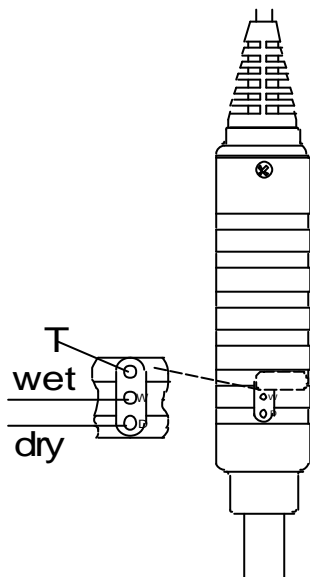

Abbildung 5.2.1 Einstellen der Trimpotentiometer
Die Feuchtekalibrierung der Sonde HMP42 erfolgt über Trimpotentiometer. Die Potentiometer befinden sich unter einer Schutzkappe. Das Potentiometer mit der Markierung T (Temperatur) ist nur für werkseitige Einstellungen gedacht; führen Sie hiermit KEINE Änderungen durch. Um zu verhindern, daß dieses Potentiometer während der Einstellung der anderen zwei nicht versehentlich berührt wird, drehen Sie die Plastikkappe zur Seite, ohne sie völlig zu entfernen (siehe Abbildung 5.2.1).
- Warten Sie, bis sich der Feuchtwert stabilisiert (ca. 30 Minuten). Überprüfen Sie die Temperatur und lesen Sie den nächsten Feuchtwert in der Kalibriertabelle ab. Gleichen Sie den Wert des trockenen Endes mit dem Potentiometer D (trocken) im Sondengehäuse so ab, daß er dem Wert in der Kalibriertabelle entspricht; verwenden Sie einen geeigneten Trimmerschraubenschlüssel (siehe Abbildung 5.2.1).